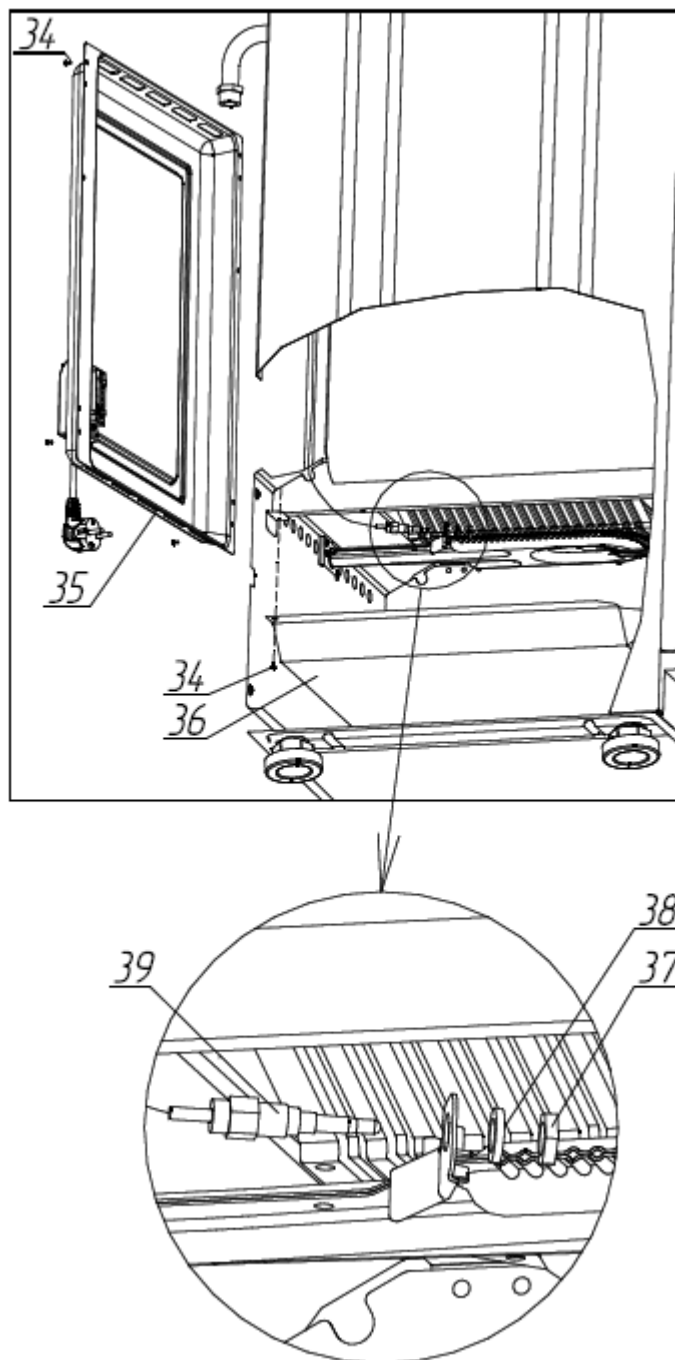

Рисунок 9 – Демонтаж датчика контроля пламени духовки.
Предварительно необходимо снять кожух задний (см. рис.9).
обеспечить доступ к задней части газовой плиты (см. рис.9);
- снять кожух задний (см. рис.9);